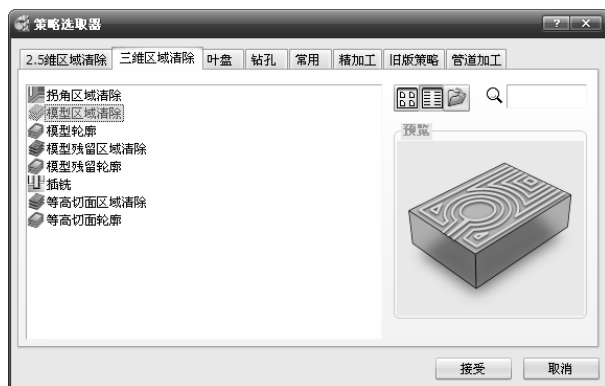

图 3-79 “策略选取器”对话框
1) 单击主工具栏上的“刀具路径策略”按钮，弹出“策略选取器”对话框，单击“三维区域清除”选项卡，在弹出的三维区域清除策略选项中选择“模型区域清除”加工策略，如图 3-79 所示。单击“接受”按钮完成。